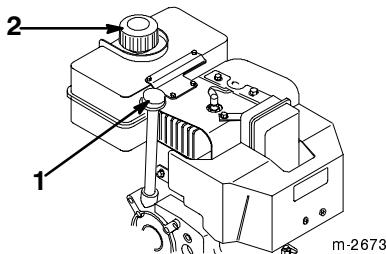

Figure 14
1. Nettoyez les abords de la jauge d'huile (Fig. 14).
2. Retirez la jauge du carter moteur (Fig. 14).
1. Nettoyez les abords du bouchon du réservoir d'essence (Fig. 14).